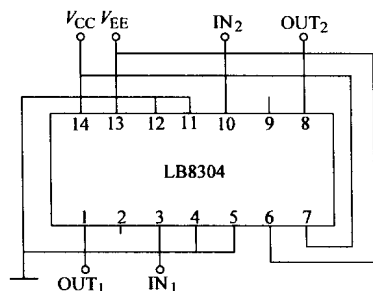

图 1-8 LB8304 的典型应用电路
9. 典型应用电路 LB8304 典型应用电路如图 1-8 所示, 也可以采用两级串联接法。